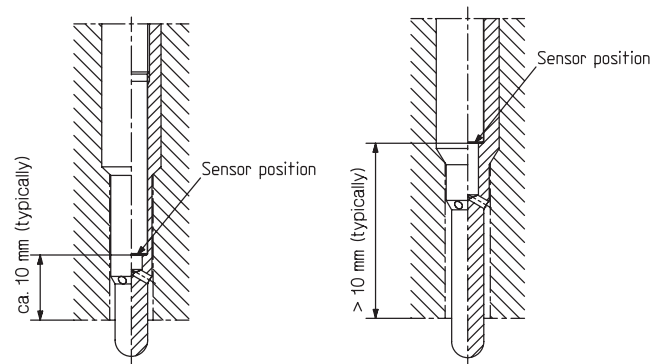

Bild 1: Links die typische Position einer Miniatur-Messsonde für Entwicklungsaufgaben. Rechts eine thermisch günstige Sondenposition für lange Lebensdauer.
1) Sensor zurückversetzt siehe Bild. 1 rechts